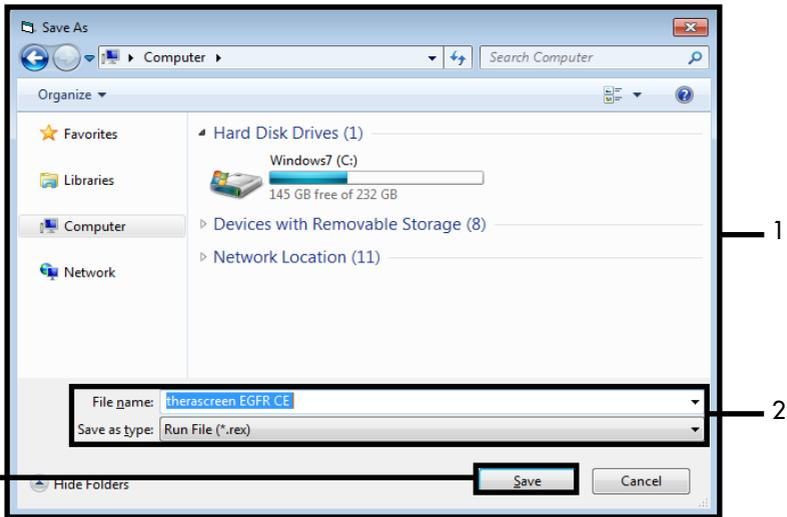

Abbildung 15. Das Fenster „Save As“ (Speichern unter) (1). 2 = Felder „File Name“ (Dateiname) und „Save as type“ (Dateityp); 3 = „Save“ (Speichern).
17. Das Fenster „Save As“ (Speichern unter) wird geöffnet. Geben Sie einen geeigneten Dateinamen ein und speichern Sie den PCR-Lauf als *.rex-Laufdatei am ausgewählten Speicherort. Klicken Sie auf Save (Speichern) (Abbildung 15).